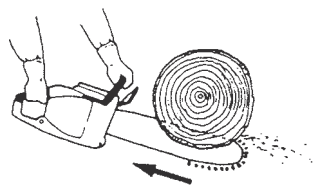

Fig. 23
- Lorsque vous effectuez la coupe avec la partie supérieure du guide-chaîne, la force de réaction poussera la machine vers vous et l'éloignera de la pièce de bois que vous êtes en train de couper. (Fig. 23)